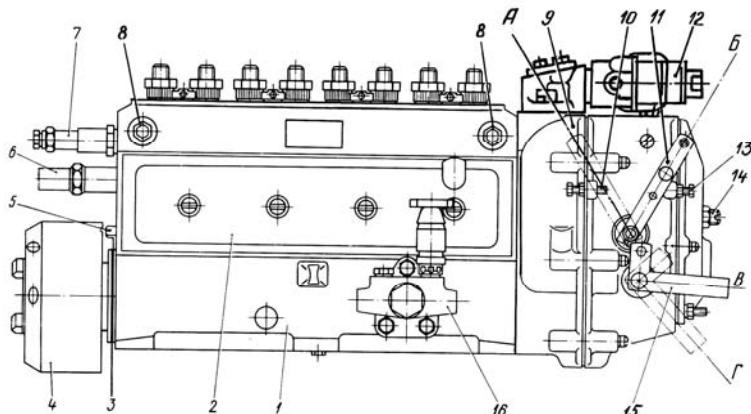
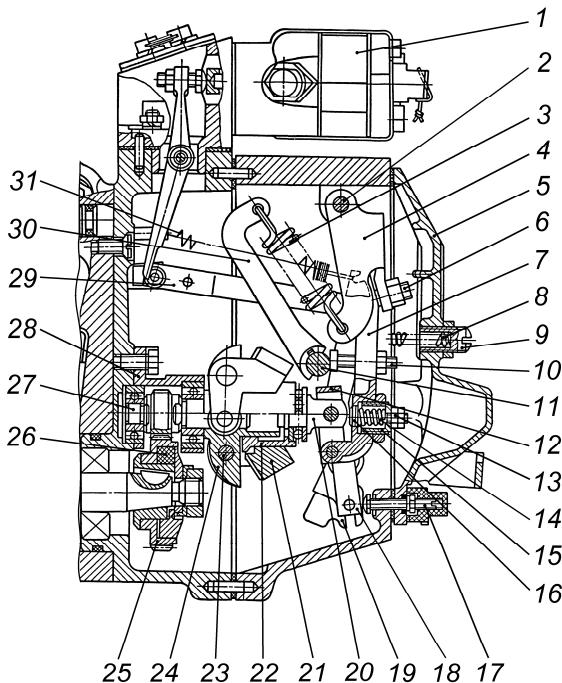

Рис. 24. Топливный насос высокого давления моделей 806 и 807:
Рис. 26. Регулятор частоты вращения:
Топливный насос в сборе показан на рис. 24. С топливным насосом высокого давления в одном агрегате объединены регулятор частоты вращения 5, топливоподкачивающий насос 9 и муфта опережения впрыска топлива 4.
Связь секций с регулятором частоты вращения насоса осуществляется через рейку. Рейка топливного насоса перемещается в направляющих втулках, запрессованных в корпус насоса. Выступающий из насоса конец рейки закрыт колпачком брейки топливного насоса (рис. 24).
Регулятор частоты вращения 9 (рис. 24) - механический всережимный прямого действия с повышающей передачей на привод грузов, с устройствами для корректирования подачи топлива и предназначен для поддержания заданного водителем скоростного режима работы двигателя путем автоматического изменения количества подаваемого топлива в зависимости от изменения нагрузки на двигатель. Кроме этого, регулятор ограничивает максимальную частоту вращения двигателя и обеспечивает работу двигателя в необходимом режиме. Регулятор имеет устройство для выключения подачи топлива в любой момент независимо от режима работы двигателя. Автоматически поддерживая скоростной режим при изменяющихся нагрузках, регулятор обеспечивает экономичную работу двигателя.
Устройство регулятора частоты вращения показано на рис. 26.
Подача топлива полностью выключается механизмом останова, состоящим из кулисы 19, скобы останова 15 (рис. 24) и возвратной пружины, расположенной за скобой останова под крышкой.
Кулиса со скобой останова соединяется пружиной, расположенной внутри кулисы и предохраняющей механизм регулятора от чрезмерных усилий при выключении подачи топлива. Во время работы двигателя кулиса прижата усилием возвратной пружины к регулировочному винту 17 (рис. 26).
Корректор подачи топлива по наддуву 12 (рис. 24) закреплен сверху на корпусе регулятора топливного насоса.
1. Минимальная частота вращения холостого хода регулируется болтом ограничения минимальной частоты вращения 13 (рис. 24) и корпусом буферной пружины 9 (рис. 26).
2. Максимальная частота вращения холостого хода (начало выброса рейки) регулируется болтом ограничения максимальной частоты вращения 10 (рис. 24).
3. Номинальная мощность (подача) регулируется регулировочным болтом 10 (рис. 26), подрегулировка мощности производится винтом подрегулировки мощности 17.
4. Предварительное натяжение пружины (разность оборотов конца и начала выброса рейки) регулируется винтом регулировочным 6 (рис. 26).
5. Мощность (подача) при максимальном крутящем моменте регулируется корректором 13 (рис. 26).
Муфта опережения впрыскивания топлива 4 (рис. 24) предназначена для изменения момента начала подачи топлива в зависимости от частоты вращения коленчатого вала двигателя.